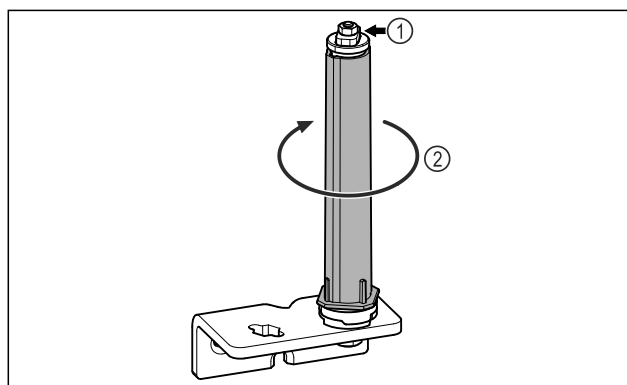

Fig. 29
- Neardykite durų uždarymo sistemos Fig. 29 (1).
- Sukite uždarymo sistemą Fig. 29 (2), kol ji užsifiksuos.